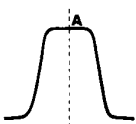

fig. 27
- C) Frekvensgång i bandfiltret. Omkopplaren ska stå åt höger och tryckkontakten får inte vara nedtryckt. Om du vrider på vänster skalratt D blir lampan klarare, bibehåller under längre tid sitt maximum (A) och minskar därefter (fig 27).
Om bandfiltret uppför sig så som det framställs i fig 27 — brant stigning och brant fall på kurvan — så har mellanfrekvensspolen utmärkta egenskaper.